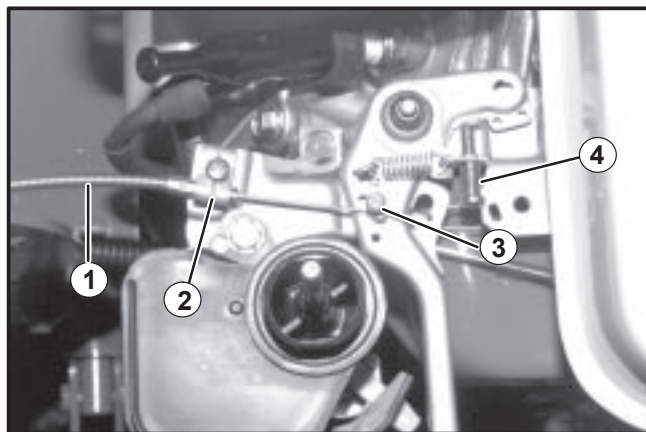

FIGURE 14
17. Pour les moteurs Honda, acheminer le câble d'accélérateur à travers le support du papillon des gaz comme illustré à la Figure 14. L'arrêt de l'extrémité du câble doit être positionné comme illustré contre l'extrémité du support du papillon des gaz. Serrez le support du papillon des gaz en s'assurant de ne pas trop le serrer.